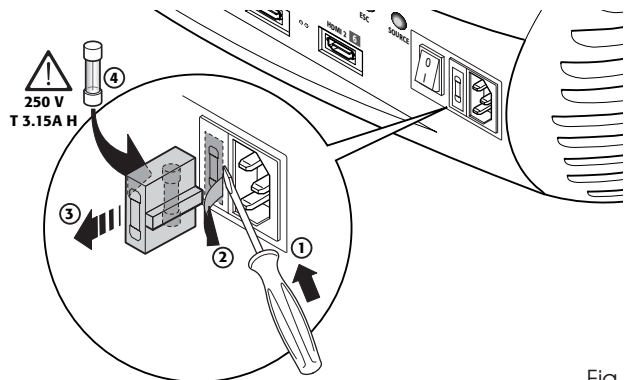

Fig.3
Il vano in cui alloggia il fusibile si trova in prossimità del connettore alla rete elettrica (Fig. 3). Rimuovete, con l'ausilio di un cacciavite piatto il contenitore porta-fusibile (2) e sostituite il fusibile (3). Inserite poi un nuovo fusibile di scorta (4). Utilizzate solo fusibili di tipo T 5A H.